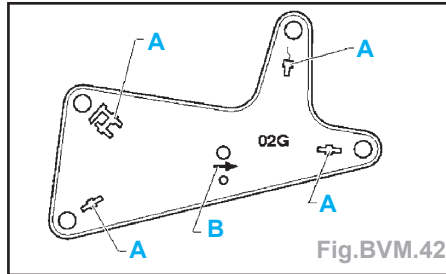

Fig.BVM.42
- visser les éléments de support (**A**) comme représenté sur la plaque d'ajustage (Fig.BVM.42).